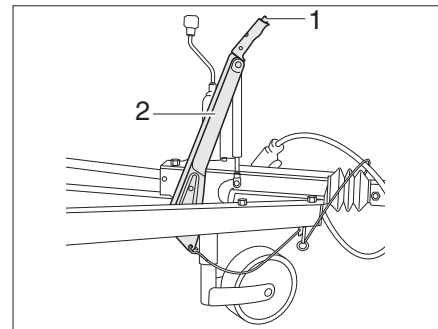

Fig. 13 Alternativa: Freno de retención
- Para soltarlo, apretar el botón de seguridad (Fig. 13,1) y bajar la palanca de freno (Fig. 13,2).